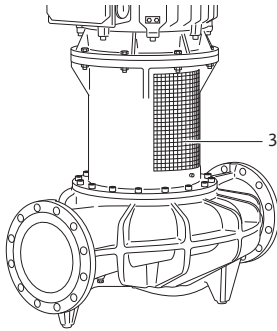

Fig. 48: Asennettu kytkinsuojalevy
- Pumpua saa käyttää vain kytkinsuojalevyjen ollessa asennettuina (Fig. 48, kohta 3).